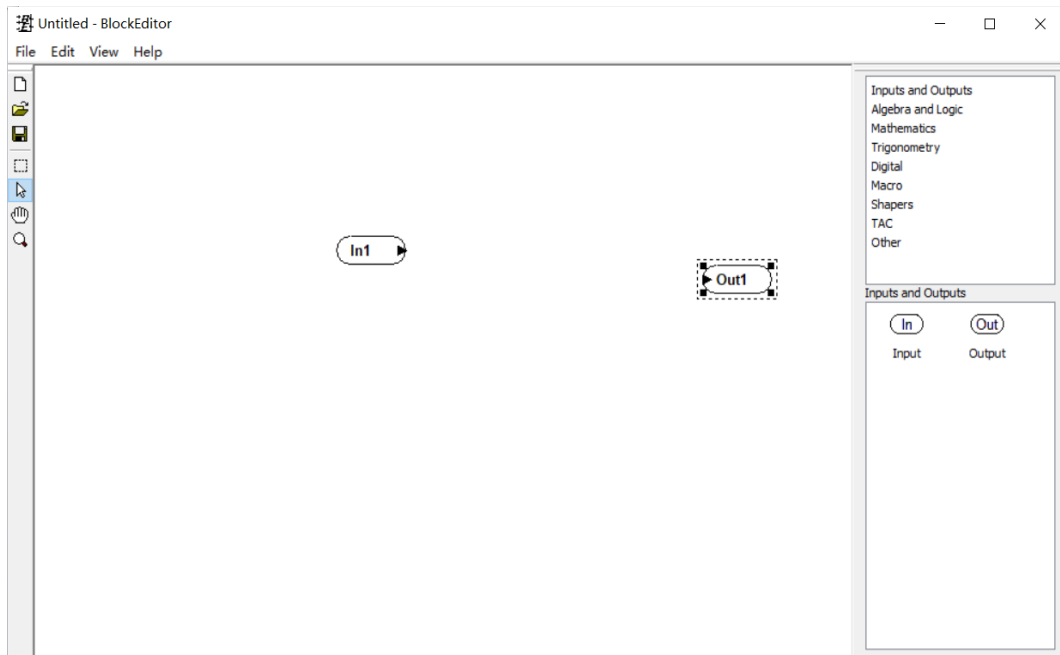

图 2-137
- 2) 从 **Inputs and Outputs** 模块分别将 **Input** 和 **Output** 拖入图板一次，分别对应控制系统的输入和输出信号，如图 2-137。